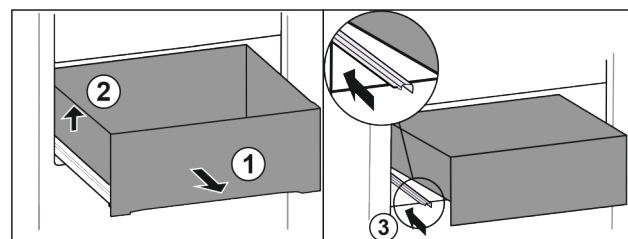

Fig. 88
- ▶ Vytáhněte zásuvku až na doraz. Fig. 88 (1)
- ▶ Nadzvedněte zásuvku vlevo. Fig. 88 (2)
- ▶ Zasuňte levou kolejničku. Fig. 88 (3)